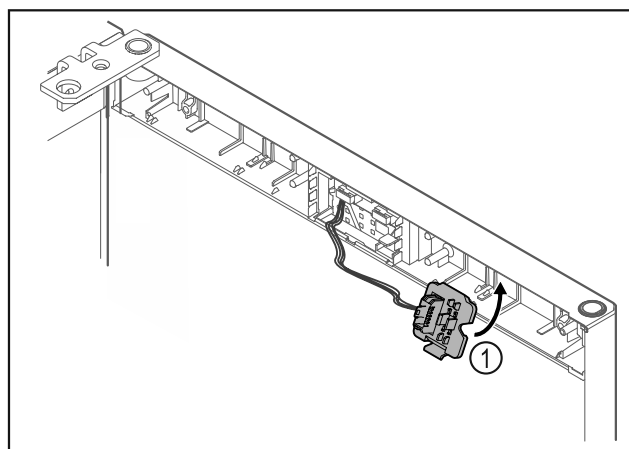

Fig. 26
- Steckerhalterung Fig. 26 (1) auf Gegenseite einrasten.*